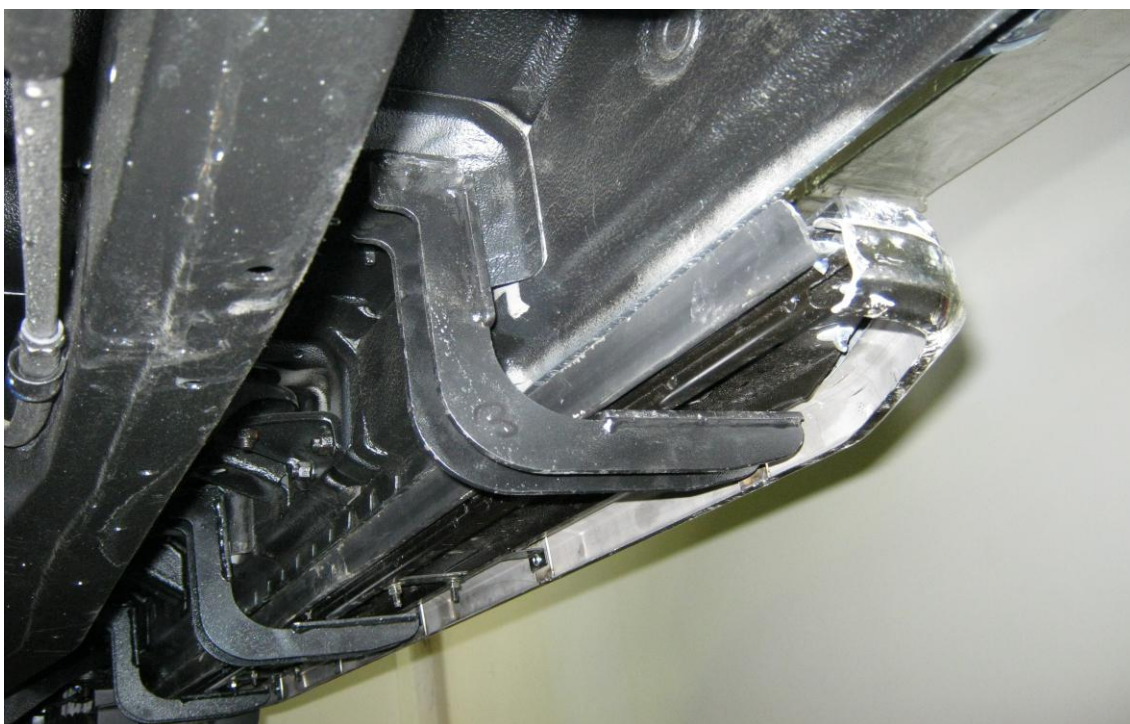

Рис. 2
3. Установить порог-площадку на кронштейны. Отрегулировать положение (Рис. 2).